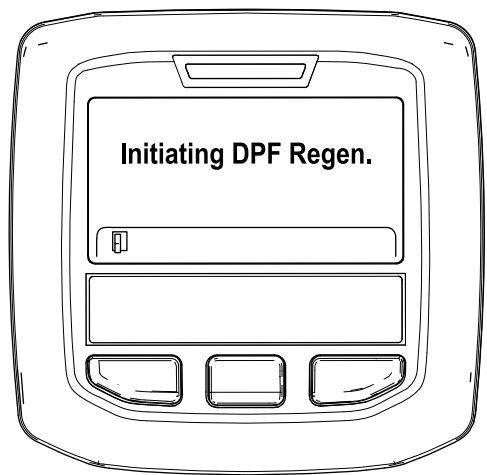

Figura 42
- A. Viene visualizzato il messaggio "Inizializzare Rigen. FAP" (Figura 42).